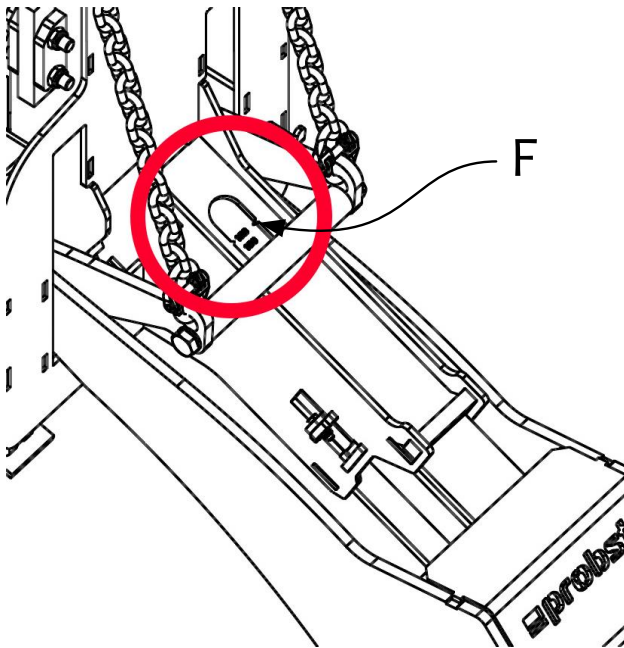

Abb. 4
Il diametro del tubo impostato deve essere letto dalla finestra di visualizzazione (F) su entrambi i lati dell'unità (Fig. 4).